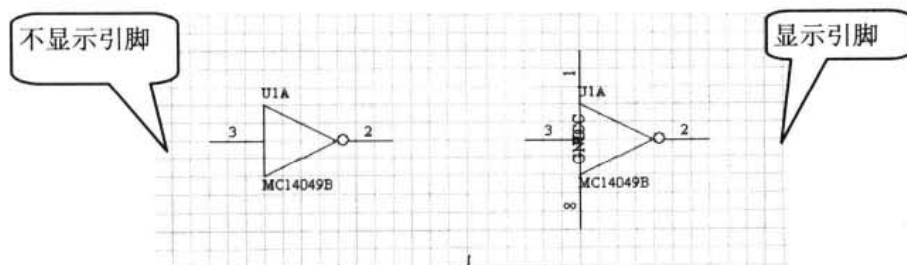

图 4-23 显示/隐藏引脚的结果
- **Hidden Pins**：确定是否显示引脚。打钩表示显示。设置结果，如图 4-23 所示。